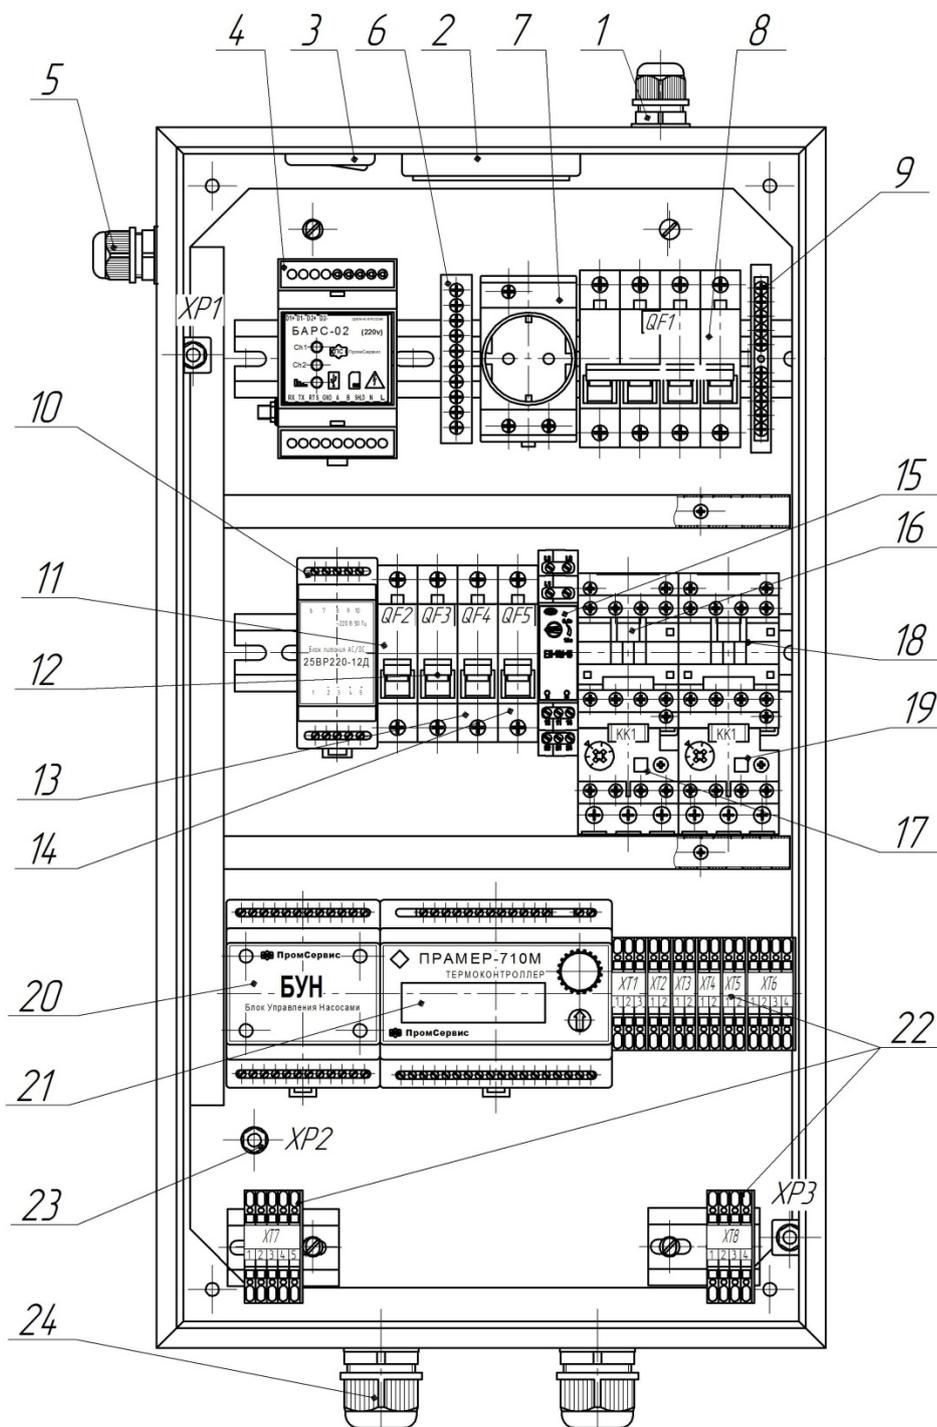

Рисунок 1. Расположение компонентов внутри шкафа:
4.4 **В обязательном порядке** подключение проводника защитного заземления «РЕ» выполняется к болту заземления ХР2 (Рисунок 1).
4.9 Подключение трехфазных насосов выполняется к соответствующим контактам электротепловых реле «КК1» (Рисунок 1, поз. 18) для «НАСОСА 2», «КК2» (Рисунок 1, поз. 20) – для «НАСОСА 3» (Приложение Б).
5.9 Для защиты от короткого замыкания и превышения уровня переменного тока «НАСОСА 1» в ШУР установлен автоматический выключатель QF3 (Рисунок 1, поз. 12).
5.11 В ШУР для защиты трехфазных насосов установлено реле контроля фаз (Рисунок 1, поз. 16), выполняющее контроль: чередования фаз, обрыва и «слипания» фаз, превышения (снижения) напряжения выше (ниже) фиксированного значения, а также контроля симметрии фаз. С помощью регулятора на внешней панели реле настроить время срабатывания реле в секундах. При обнаружении обратного порядка чередования фаз, пропадании двух или трёх фаз, при превышении фиксированного порога напряжения - реле выключается без отсчёта установленной задержки времени срабатывания. При асимметрии напряжения, снижении напряжения ниже фиксированного порога или обрыве одной из фаз, реле выключается через время, установленное регулятором времени срабатывания. При возвращении параметров в норму реле включается без задержки. В случае обнаружения неисправности загорается лампа «РЕЛЕ КОНТРОЛЯ ФАЗ» на дверце ШУР.